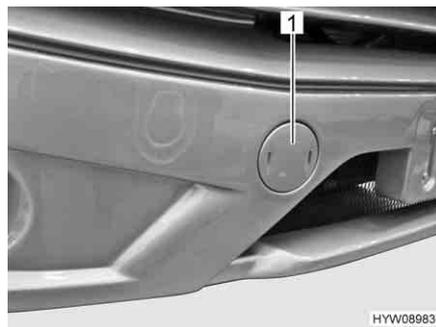

Fig. 38 Copertura (alloggiamento dell'occhione di traino)
- Rimuovere la copertura (Fig. 38,1) mediante un cacciavite.